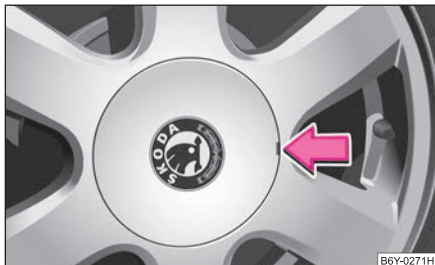

Fig. 156 Enlevez l'enjoliveur de roue
- Débloquez prudemment l'enjoliveur de roue au moyen d'un crochet d'extraction ⇒ fig. 156. ■